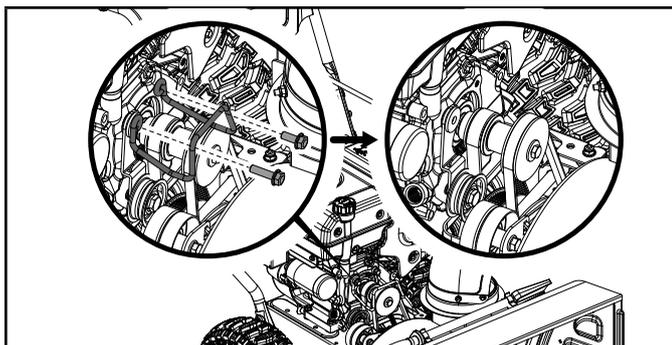

Figure 29
3. Retirez les 2 boulons (20 mm / 30 mm) retenant le protège-courroie (figure 29). Notez que le ressort est lâche à ce point.